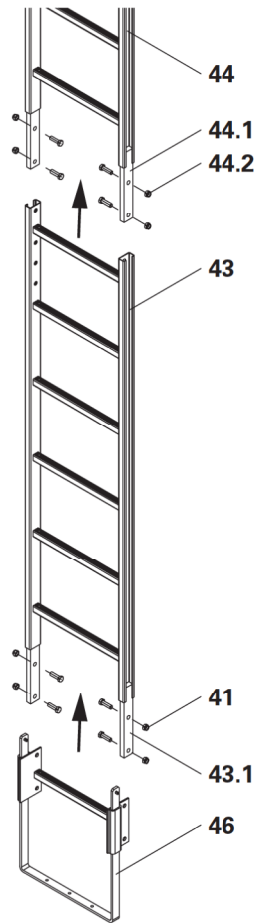

Fig. B4.01
3. Montare allo stesso modo la base scala (**46**) con 4 viti M12 x 40 (**41**) e i dadi sul collegamento (**43.1**) della parte inferiore di scala. (Fig. B4.01)